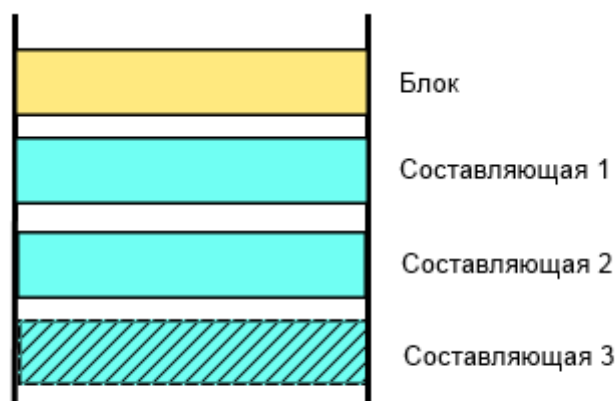

Рисунок 13.72 – Заявки на блок и все составляющие
- производится анализ структуры блока, считаются поданными заявки на все составляющие блока в те же сроки, что и заявка на блок (Рисунок 13.72);